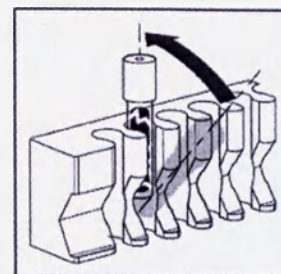

Рисунок 2
4. Толкните индикатор прямо назад (см. рисунок 2). Это приведет к вскрытию ампулы и активирует индикатор.